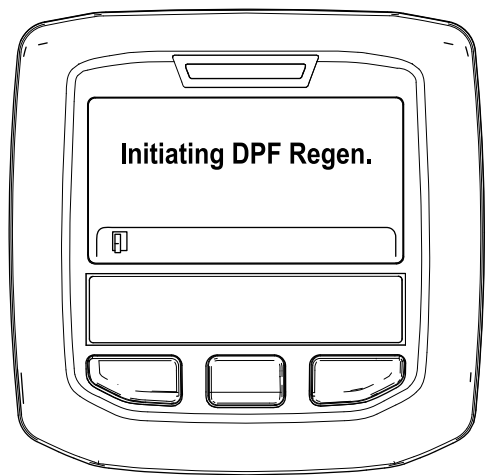

Figura 35
- A. Viene visualizzato il messaggio "Inizializzare Rigen. FAP" (Figura 35).